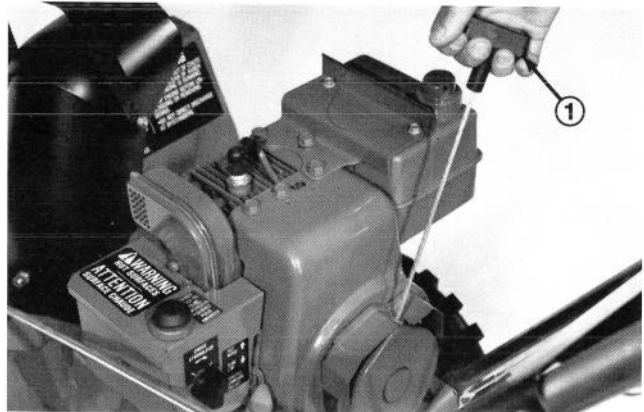

Figure 19
**Démarrreur à rappel** (Fig. 19) — Le démarrreur à rappel se trouve à l'arrière du moteur. Il suffit de le tirer pour mettre le moteur en marche.
6. Saisissez la poignée du démarreur à rappel (Fig. 19) et tirez-la lentement jusqu'à ce que vous sentiez une prise ferme. Tirez alors vigoureusement pour mettre le moteur en marche. Retenez fermement la poignée du démarreur et laissez-la revenir lentement.